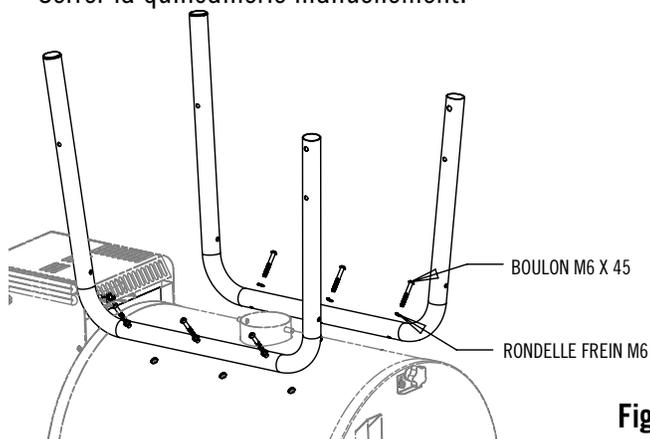

Fig. 1
1. Assembler les pieds comme indiqué à la Fig. 1 à l'aide de six boulons M6 x 30 et de six rondelles freins. Remarque : le pied le plus long s'attache le plus près du réservoir. Serrer la quincaillerie manuellement.